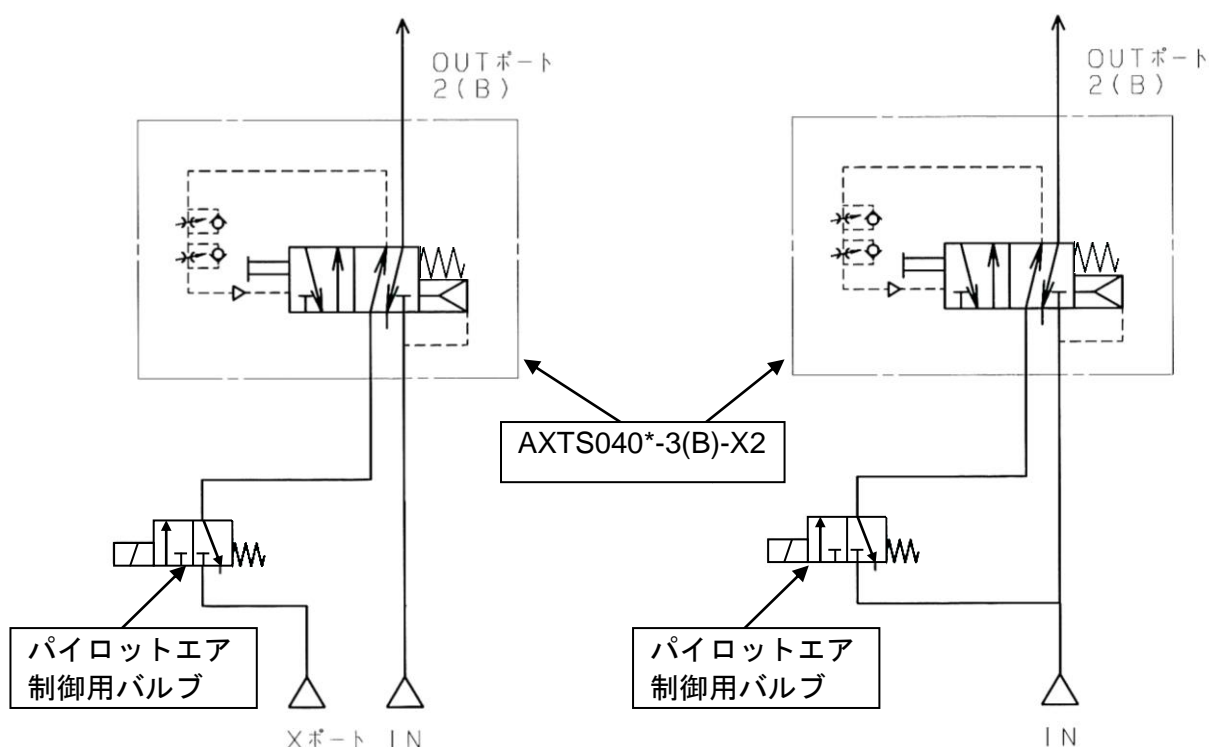

図 4 外部パイロットタイプ
- ・ 外部パイロットタイプは、パイロットエアを供給している間のみパルスエアが発生します。パイロットエアを供給していない間は、復帰スプリングにより、常にブロー停止状態を維持します。ただし、メタルシールタイプであるため、主弁リークがあります(図 4 参照)。
- ・ X ポートに最低作動圧以上の圧力を供給することで、IN ポートの圧力は最低作動圧以下でもパルスエアが発生します(図 4 参照)。